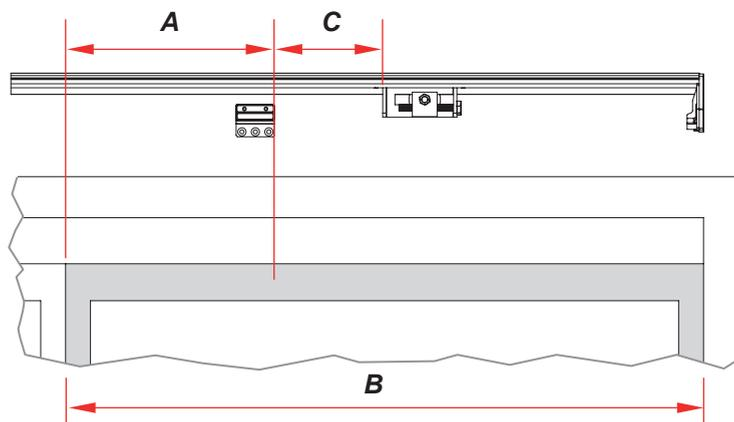

Figura 13: Porta de correr de abertura pelo lado esquerdo: tensor da correia e suporte inferior. O lado direito é mostrado com a porta de correr fechada.
2. Deslize o tensor da correia ao longo da base até que fique na frente da **porta de correr fechada**, conforme mostrado na Figura 13, onde:
4. Marque a posição do suporte inferior na **base** e na **porta**, como mostrado na Figura 13.
- Deslize o motor ao longo da base até que esteja a 50 mm da marca que você fez na porta para a posição do suporte inferior (Figura 13 e Figura 14, onde $C = 50$ mm).